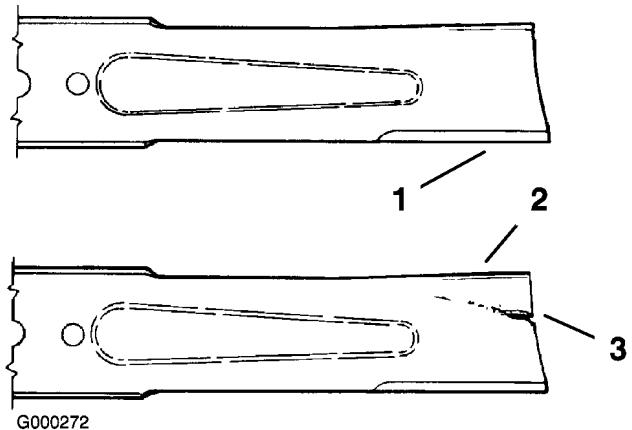

Figure 61
1. Examinez le tranchant des lames (Figure 61). Si les lames ne sont pas tranchantes ou si elles présentent des indentations, déposez-les et aiguisez-les (voir Aiguiseage des lames).
2. Inspectez les lames, surtout la partie incurvée (Figure 61).
Remplacez immédiatement toute lame endommagée, usée ou qui présente une entaille (Figure 61).